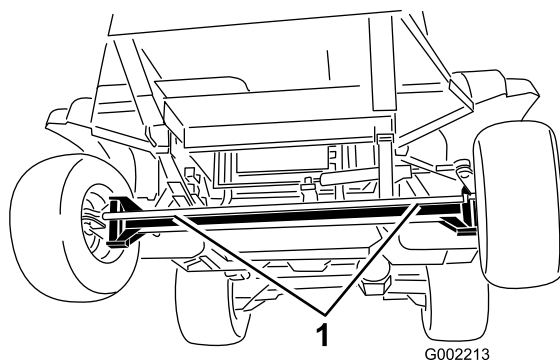
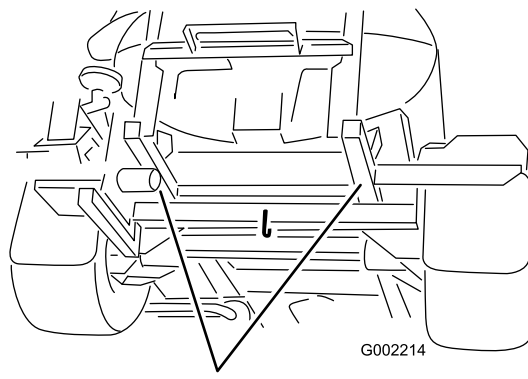

Figura 26
Figura 27
2. Coloque um cabo de reboque na estrutura. Veja os pontos de reboque dianteiros e traseiros nas Figura 26 e Figura 27.